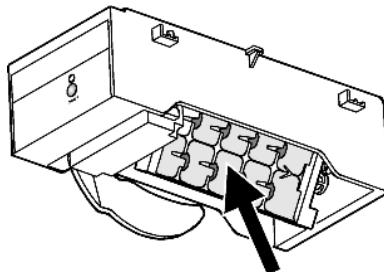

Fig. 12
- ▶ Возьмитесь за крышку Fig. 12(1) спереди и снимите с крючка сзади.
- ▶ Лампу накаливания Fig. 12 (2) заменить.
- ▶ Снова наденьте крышку Fig. 12 (1).